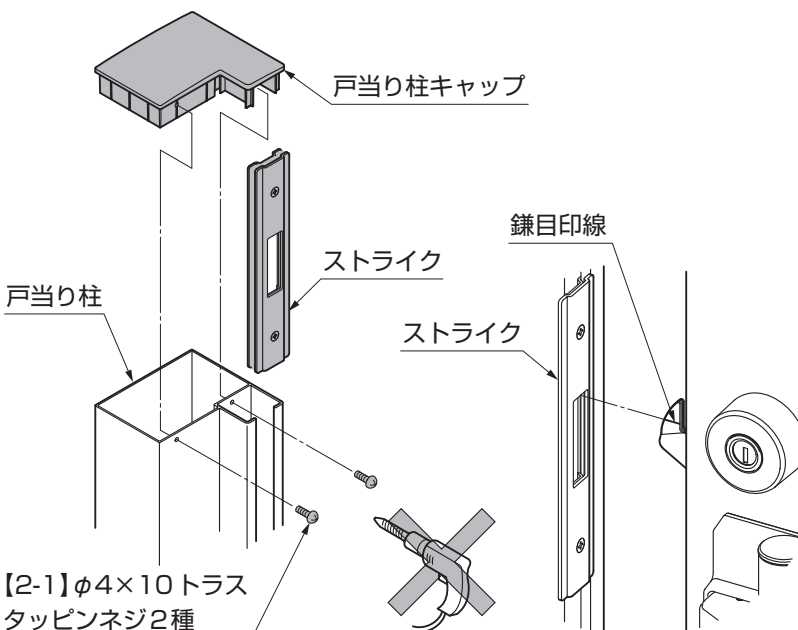

図5-4
- ④戸当り柱にストライクを挿入して、戸当り柱キャップを【2-1】で固定してください。(図5-4参照)